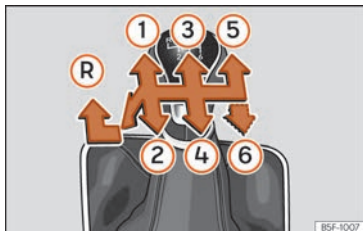

Fig. 84 Esquema de un cambio manual de 5 marchas o bien de 6 marchas.
En la palanca de cambios se indican las posiciones de las marchas » » » **fig. 84**.
- Con la palanca de cambios en punto muerto, presiónela hacia abajo, muévala a la izquierda hasta el final y después hacia delante para seleccionar la marcha atrás » » » **fig. 84** **(R)**.